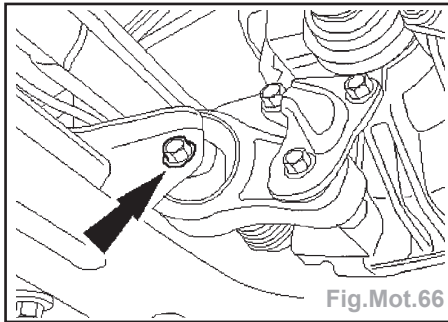

Fig.Mot.66
- Détacher le silentbloc de support arrière moteur de la traverse (Fig.Mot.66).